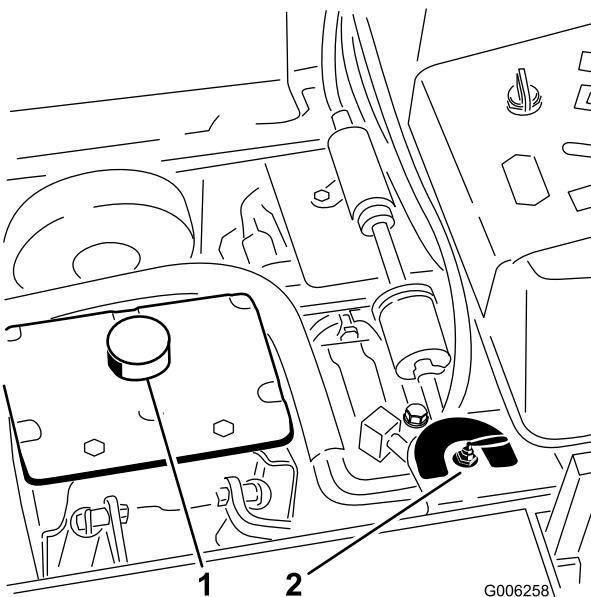

Figura 5
La válvula selectora de combustible está situada debajo del lado izquierdo del asiento (Figura 5).
La unidad tiene dos depósitos de combustible. Un depósito está en el lado izquierdo y el otro está en el lado derecho. Cada depósito está conectado a la válvula selectora de combustible. Desde allí, un tubo de combustible común va al motor (Figura 5).
Para utilizar el depósito de combustible del lado izquierdo, gire la válvula selectora de combustible a la posición de la izquierda (LH). Para utilizar el depósito de combustible del lado derecho, gire la válvula selectora de combustible a la posición de la derecha (RH) (Figura 5)..